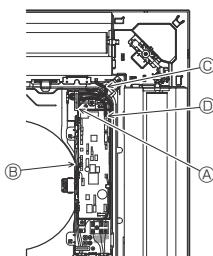

Rys. 9-6
9.4.2. Tymczasowe zamocowanie kratki (Rys. 9-6)
- Zamocować kratkę na urządzeniu głównym, dokręcając wstępnie wkręcone śruby. (Rys. 9-6).
Upewnić się, że nie ma szczeliny pomiędzy urządzeniem głównym i kratką oraz pomiędzy kratką i powierzchnią sufitu. (Rys. 9-6).